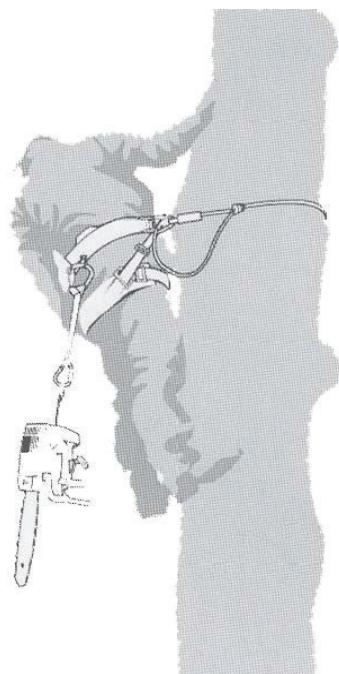

Figure A.2 — Exemple de fixation de la tronçonneuse de service d'arbres au point médian arrière central sur le harnais
- f) La tronçonneuse ne doit être attachée qu'aux points de fixation recommandés sur le harnais. Ceux-ci peuvent être au milieu (avant ou arrière) ou sur les côtés. Dans la mesure du possible, la tronçonneuse doit être fixée au point médian arrière central pour la garder dégagée des lignes d'escalade et pour soutenir son poids de manière centrale le long de la colonne vertébrale de l'opérateur. Voir la Figure A.2.